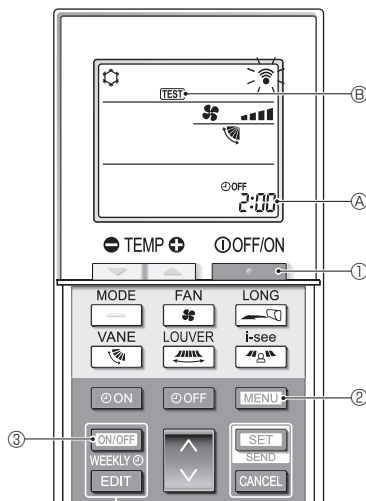

Fig. 7-5
7.2.2. Використання бездротового пульта дистанційного керування (Fig. 7-5)
- Натисніть кнопку [УВІМК./ВИМК.] ① для зупинки кондиціонера.
- Якщо ввімкнено тижневий таймер (увімкнено режим **WEEKLY**), натисніть кнопку [ON/OFF WEEKLY] ③, щоб його вимкнути (режим **WEEKLY** вимкнено).
- Натисніть і тримайте кнопку [MENU] ② протягом 5 секунд.
- Натисніть кнопку [MENU] ②.
- З'являється напис **TEST** ④, і блок переходить у режим тестового прогону.